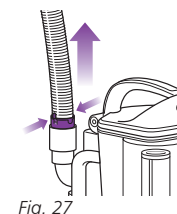

Fig. 27
- Détachez le tuyau extensible de l'arrière du chariot amovible en pressant ensemble les languettes et en tirant vers le haut. (Fig. 27) Raidissez le tuyau et regardez à l'intérieur pour voir s'il s'y trouve des obstructions.